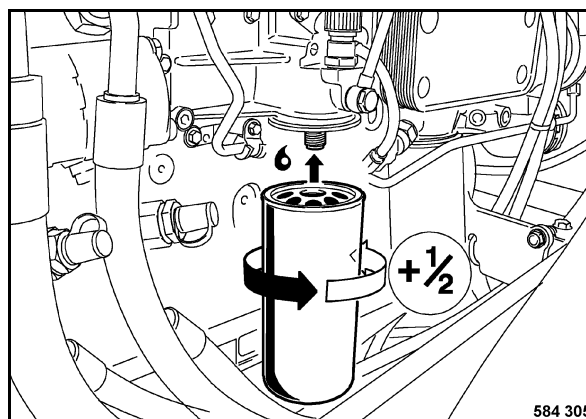

Fig. 126
- Untar la junta de goma del nuevo cartucho filtrante ligeramente con aceite (Fig. 126).